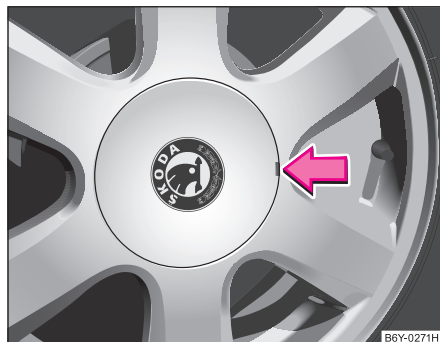

Fig. 158 Desprinderea ornamentelor
- Mișcați cu atenție ornamentul cu ajutorul cârligului ⇒ fig. 158.